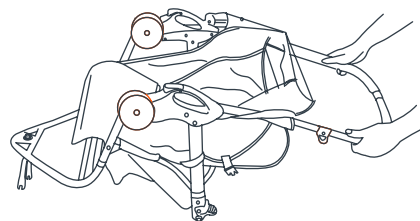

Fig. 1
- 1) Appuyez la poussette vers l'arrière de manière à ce qu'elle repose sur l'essieu arrière et la poignée et que les fourches avant pointent vers le haut (Fig. 1).